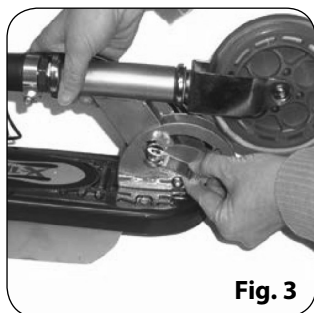

Fig. 3
4. Чтобы разложить самокат, ослабьте зажим руля, расположенный у его основания. Fig. 3